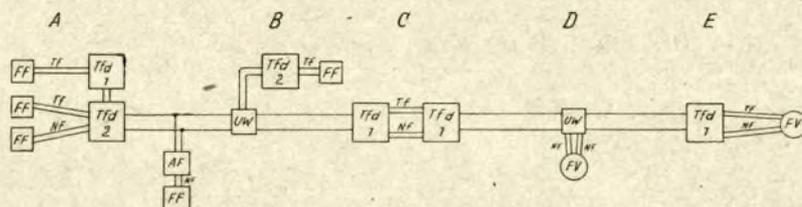

Bild 1: Einsatz der Tf-Geräte
Um ein Tf-Gespräch abzuzweigen oder im Leitungszuge liegende Vermittlungen bzw. NF-Verstärker trägerfrequenzmäßig zu „umgehen“, wird eine Umgehungsweiche (UW) verwendet, welche die entsprechende Trennung vornimmt. Bild 1 zeigt den Einsatz beider Geräte mit drei an der Stelle A auf FF liegenden Sprechverbindungen, von denen an der Stelle B mit Hilfe einer Umgehungsweiche ein Tf-Kanal abgezweigt wird. Zur Erhöhung der Reichweite ist an der Stelle C eine Tf-Relaisstelle eingefügt. Im letzten Leitungsabschnitt wird bei D eine FV trägerfrequenzmäßig umgangen. Schließlich werden an der Stelle E die verbleibenden zwei Kanäle (Nf- und Tf-Gespräch) auf eine FV geführt. Im ersten Abschnitt der Leitung hat sich mit Hilfe des AF ein Störungssucher eingeschaltet.